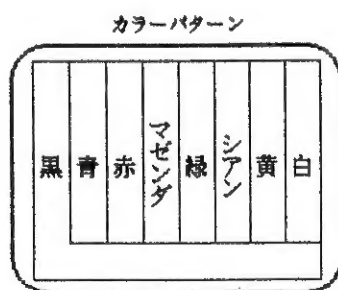

図1
- ① 全画面青色を表示する。
- ② 全画面赤色を表示する。
- ③ 全画面マゼンダを表示する。
- ④ 全画面緑色を表示する。
- ⑤ 全画面シアンを表示する。
- ⑥ 全画面黄色を表示する。
- ⑦ 全画面白色を表示する。
- ⑧ カラーパターン（図1）を表示する。